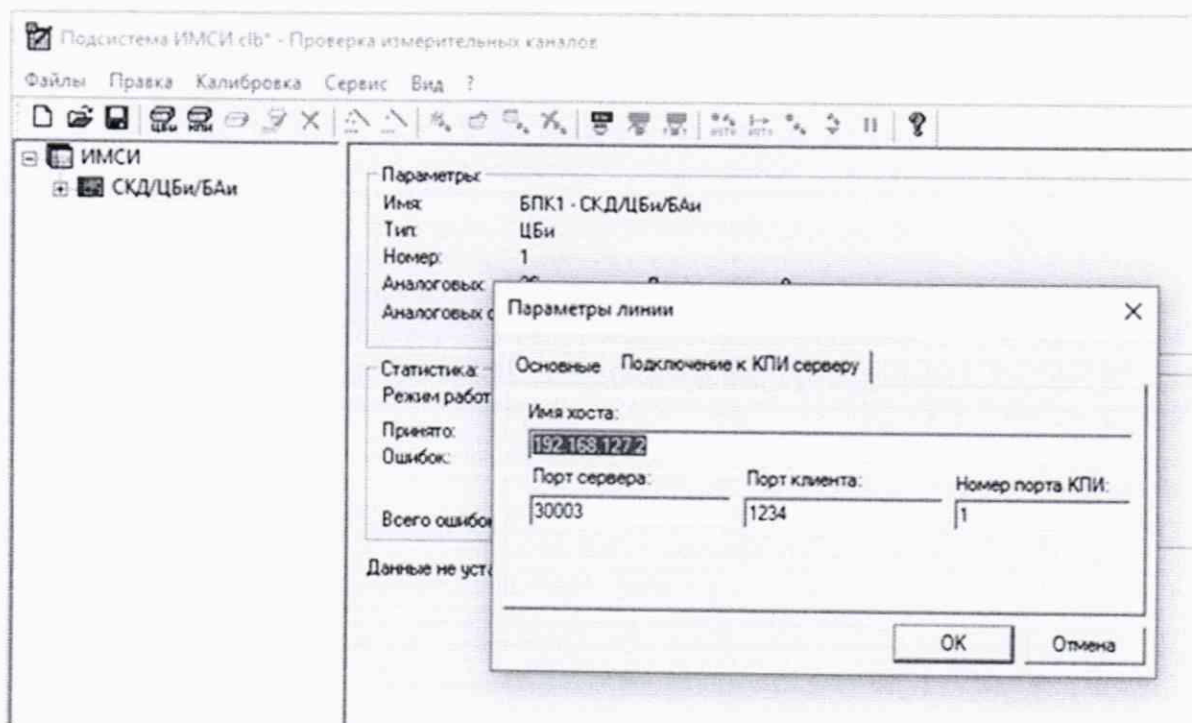

Рисунок 9 – Вид окна для ввода параметров линии
- ввести имя хоста, порт сервера и клиента и номер порта (рисунок 9) соответственно;